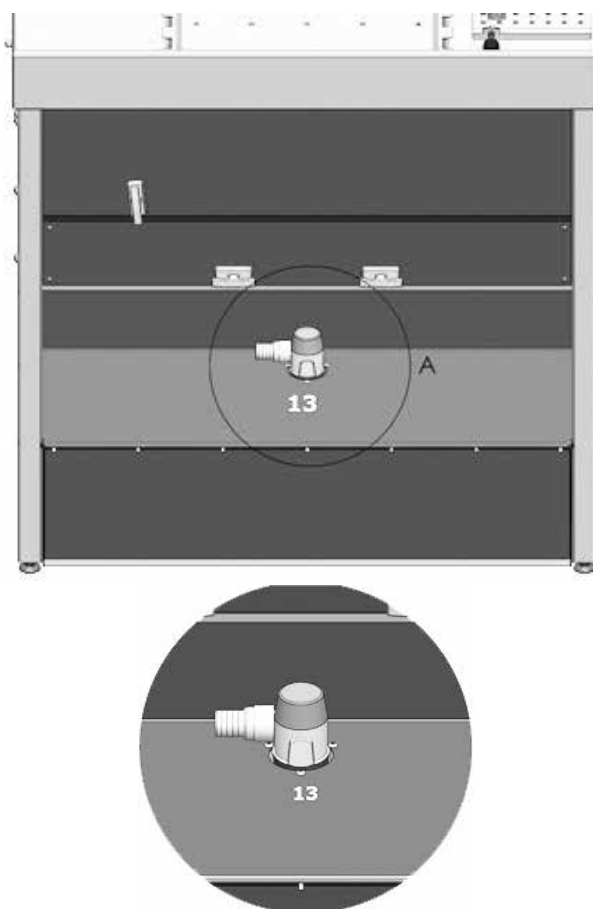

Fig. 8
Installazione della pompa di scarico per scarichi sopraelevati (13) Fig. 8